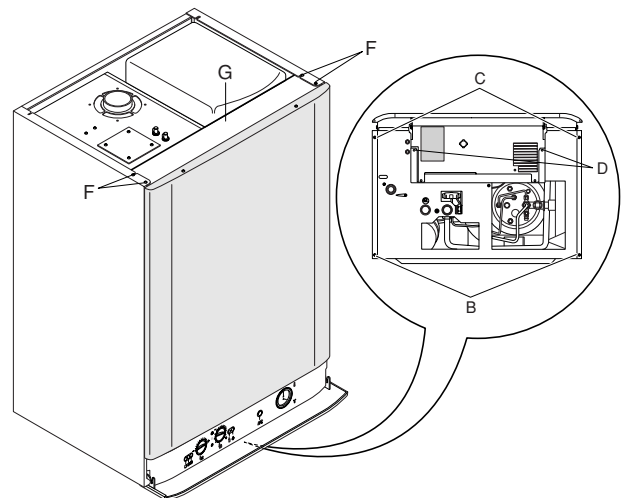
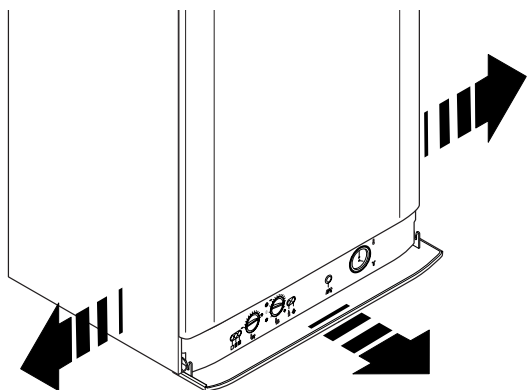
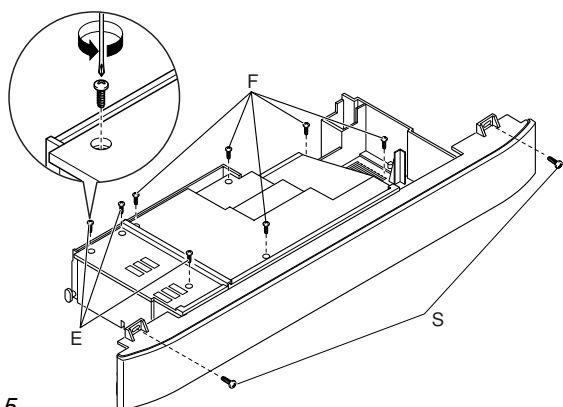

fig. 3 - vista parte inferiore della caldaia
fig. 4
fig. 5
Per rimuovere i pannelli laterali, togliere le 4 viti **F** e rimuovere la traversa **G**. Allentare le viti **B** e **C** (fig. 3), allontanare la base dei pannelli dalla caldaia e sfilarli dai ganci superiori (fig. 4).
- 2) Togliere le viti **B**, **C** e **D** (fig.3) e le viti **S** (fig.5).
- 3) Allontanare la parte inferiore dei pannelli laterali come indicato in fig.4 e tirare il pannello di controllo. A estrazione completa ruotarlo di 45° verso il basso
- 4) Togliere le viti **E** e rimuovere il coperchio copri morsettiera (fig.5).
- 5) Per accedere alla scheda di regolazione e alla scheda di accensione/rilevazione fiamma togliere le viti **F** e rimuovere il coperchio del pannello comandi (fig.5).